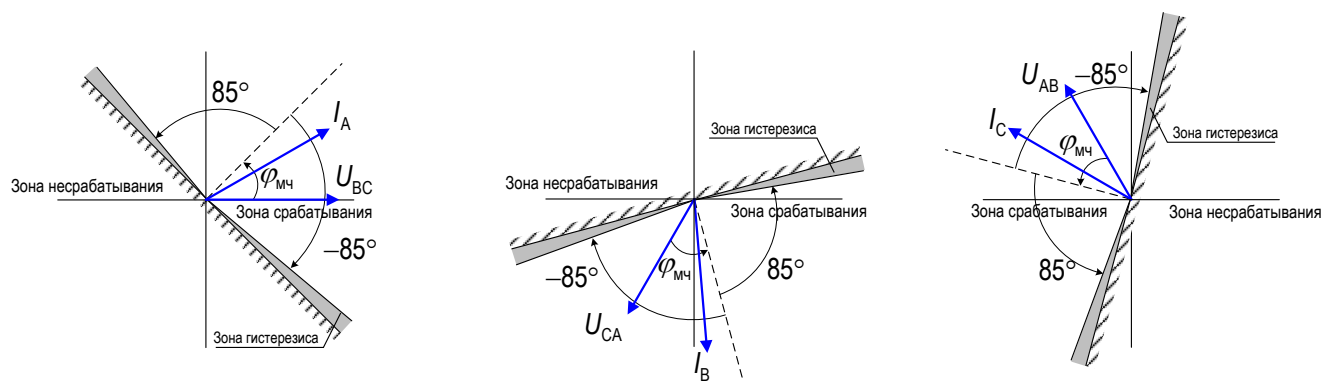

Рисунок 2.30 – Функциональная схема ОНМ МТЗ
2.5.8 Направленность МТЗ обеспечивается органами направления мощности выполненными по 90-градусной схеме с парами токов и напряжений  $I_a$  и  $U_{bc}$ ,  $I_b$  и  $U_{ca}$ ,  $I_c$  и  $U_{ab}$  (см. рисунок 2.30). Направление мощности определяется по величине фазового угла между током и напряжением отдельно для каждой пары сигналов. Разрешение работы от органа направленности МТЗ будет происходить от пары сигналов с максимальным током. За положительное направление векторов принято вращение против часовой стрелки. Углы